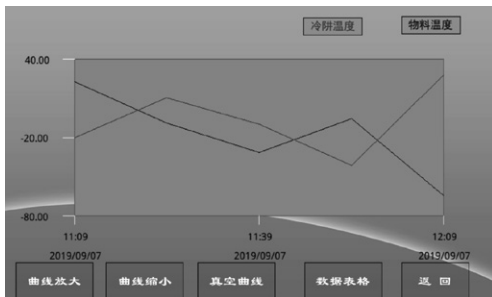

图 8 曲线查看屏
1. 单击“曲线查看” 键, 将以曲线形式查看冷冻干燥过程的冻干数据曲线, 如图 8 所示, 点击相应的按键, 可以隐藏或者显示该对应颜色的曲线, 单击“曲线查看屏” 上的“数据表格” 键, 触摸屏以数值的形式显示各